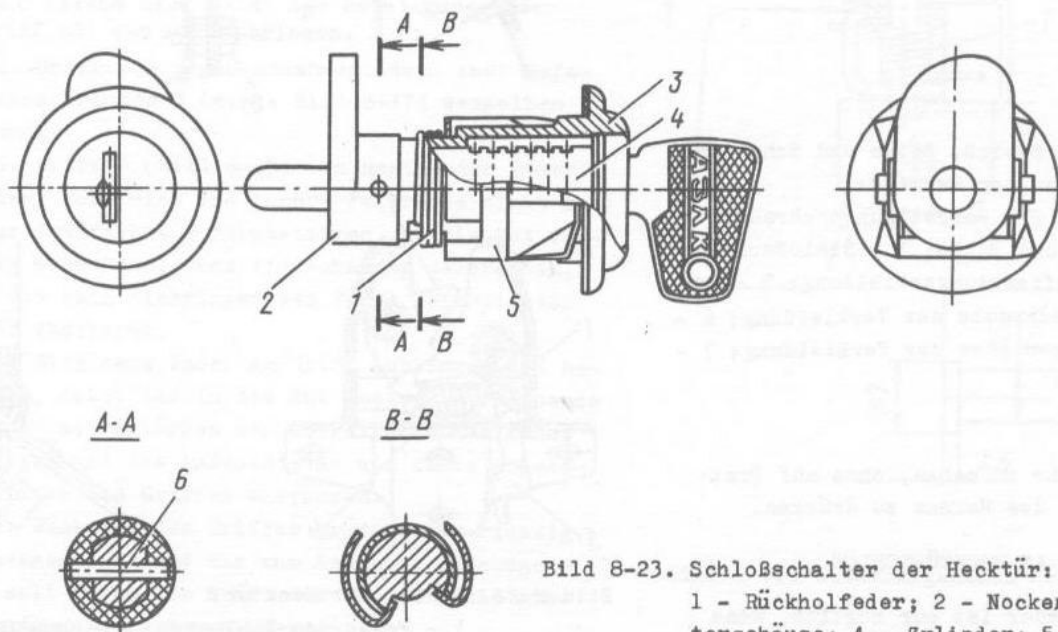

Bild 8-23. Schloßschalter der Hecktür:
Ein Ersetzen der Rückholfeder 1 (Bild 8-23) ist an dem vom Wagen abgesetzten Schloßschalter möglich. Zum Ersetzen der Rückholfeder an Schloßschalter der Hecktür ist folgendes erforderlich:
3. Stift 6 (siehe Bild 8-23), welcher den Nocken 2 des Schalters an Zylinder 4 befestigt, austreiben und den Nocken abnehmen.
Bei Bruch des federnden Halters 5 (siehe Bild 8-23) kann man ihn ersetzen, wenn der Schalter vom Wagen abgesetzt ist. Das Absetzen des Schalters von der Tür ist im vorhergehenden Abschnitt beschrieben.